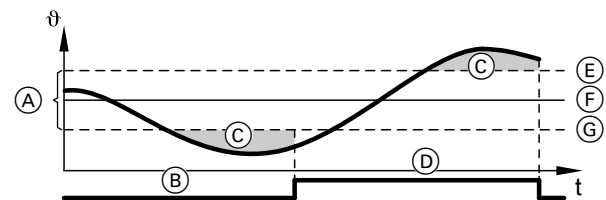

Abb. 8
Um ein sofortiges **Ein- oder Ausschalten** des Verdichters bei kurzzeitigem **Unter- oder Überschreiten** des Vorlauftemperatur-Sollwerts/Puffertemperatur-Sollwerts zu vermeiden, verwendet die Regelung als Ein- und Ausschaltkriterium das Leistungsintegral. Dieses Leistungsintegral ist das Integral aus Dauer und Höhe der Abweichung von Vorlauftemperatur-Sollwert/Puffertemperatur-Sollwert zum Istwert. In Abb. 8 ist das Leistungsintegral die graue Fläche ③ zwischen dem zeitlichen Verlauf des Istwerts und der Ein- oder Ausschalthysterese des Verdichters.